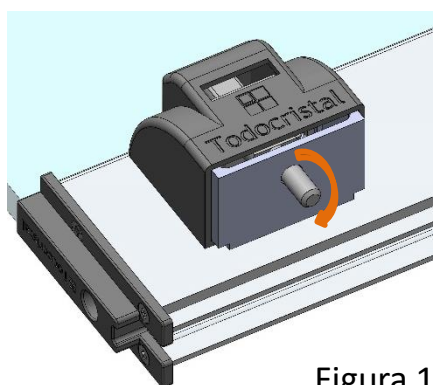

Figura 18
- Soltar el Punzón y verificar el correcto funcionamiento del sistema de cierre (Figura 18).